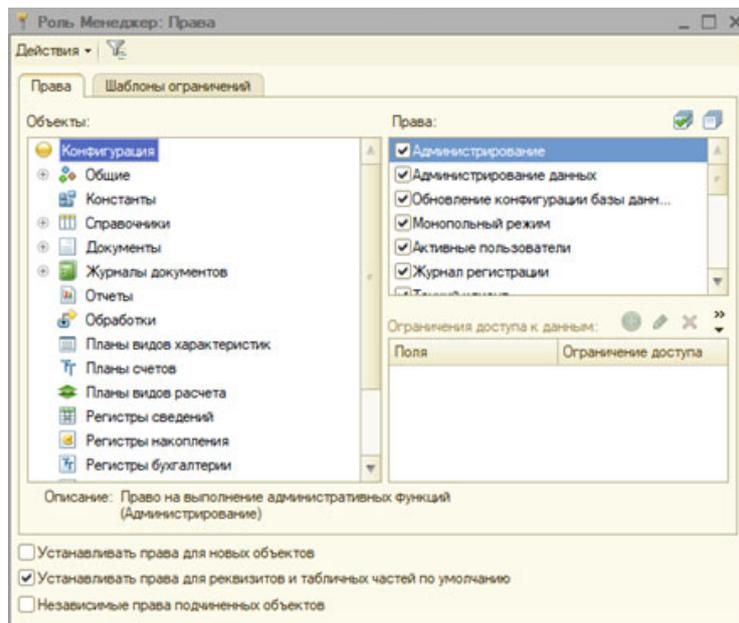

Рис. 1.9. Распределение ролей для каждого пользователя
8. Следующим шагом необходимо сделать распределение прав доступа по ролям, каждого пользователя (рис. 1.9).